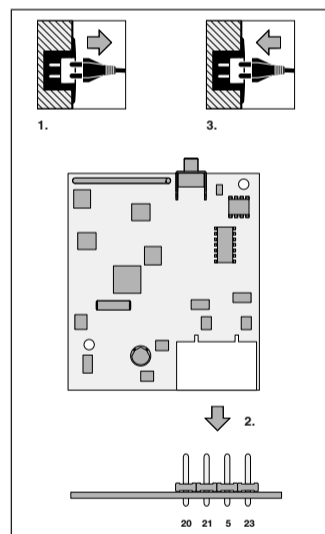

Fig. 2
3.1 Instalación del receptor en el automatismo (fig. 2)
3.1 Installazione del ricevitore nella motorizzazione (fig. 2)